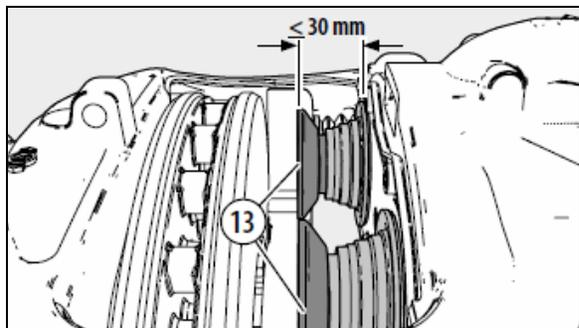

Figure 45: Dévisser les poussoirs - maxi. 30 mm
1. Retirer les plaquettes (12) (voir le manuel **Knorr-Bremse Y006471**).
- Dégager les poussoirs (13) à l'aide de l'adaptateur (61) en tournant dans le sens horaire jusqu'à ce que les soufflets soient parfaitement visibles (voir Figure 45).